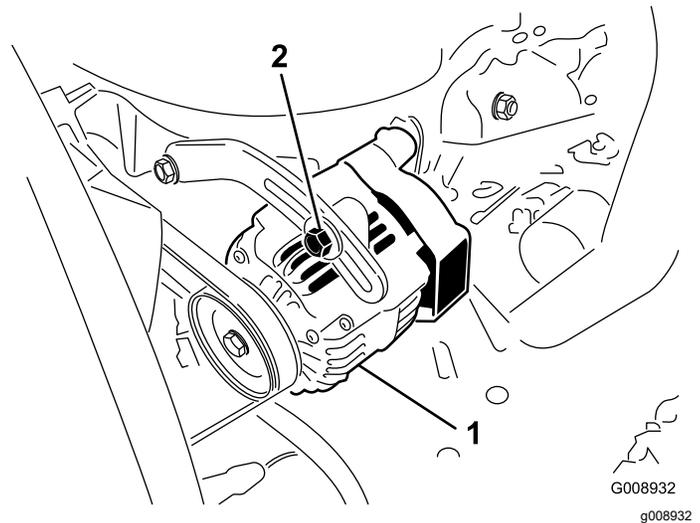

Figura 116
Compruebe la condición y la tensión de las correas (Figura 116) cada 100 horas de operación.
3. Si la desviación no es de 10 mm, afloje los pernos de montaje del alternador (Figura 116).